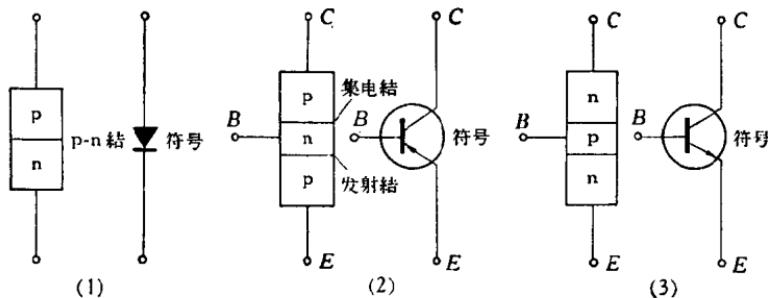

图 1-2
二极管有一个 p-n 结，用图 1-2(1) 符号表示，如果我们 在一块半导体上制造二个 p-n 结，就形成晶体三极管了。根据组合方式的不同，晶体三极管有 p-n-p 型和 n-p-n 型两种 [见图 1-2 (2) 及 1-2 (3)]，但他们的工作原理是相同的。晶体三极管共有三个不同的导电区域：p-n-p 型晶体管中间是 n 区，二边是 P 区，n-p-n 型晶体管中间是 P 区，二边是 n 区。中间区域的电极称为基极，用 B 表示，其它两边一端是发射极，用 E 表示，一端是集电极，用 C 表示。其中发射极和基极形成一个 p-n 结，叫发射结，集电极和基极形成的那个 p-n 结，叫集电结。